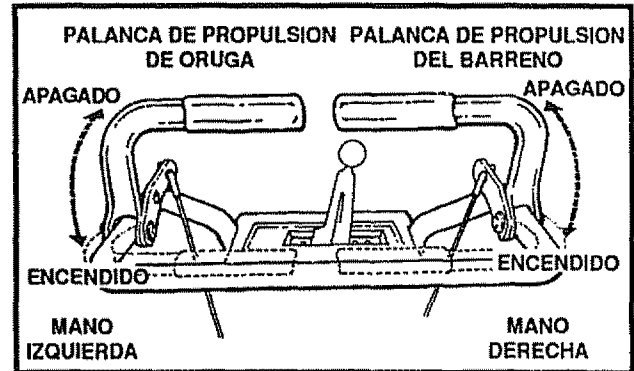

FIG. 11
- Para parar el lanzamiento de nieve, suelte la palanca de propulsión del barreno (Véase Fig. 11, página 12)
- Para parar la oruga, suelte la palanca de propulsión de oruga (Véase Fig. 11, página 12).
- Enganche la palanca de propulsión de oruga (Véase Fig. 11, mano izquierda). A medida que la removedora de nieve comienza a moverse, mantenga un agarre firme de las manijas, y guíe la removedora de nieve a lo largo del camino a despejar. No intente empujar la removedora de nieve.
- Empuje la palanca de propulsión del barreno hacia abajo (Véase Fig. 11, mano derecha).